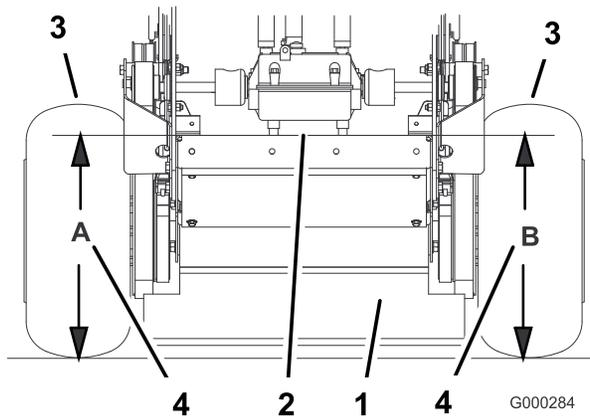

Figura 62
4. Mida la altura de la carcasa del motor en la posición **A** (Figura 62).
- Mida la altura de la carcasa del motor en la posición **B** (Figura 62).